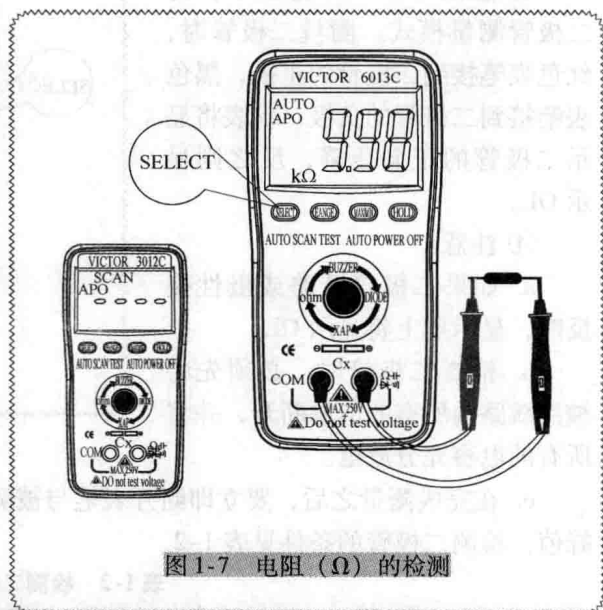

图 1-7 电阻 (Ω) 的检测
① 开启电源, 初始状态为电阻、二极管通断测量及电容自动识别模式, 将红、黑表笔分别插入输入插孔 “ Ω ” 和 COM, 如图 1-7 所示。
② 触发 SELECT 键一下, 为自动电阻测量模式。
③ 在自动识别模式下测量电阻时, RANGE、MAX/MIN、HOLD 键不起控制作用; 当被测电阻大于 $1M\Omega$ 时, 应触发 SELECT 键一下选择自动电阻测量模式, 此时的 MAX/MIN、HOLD、RANGE 键起控制作用。
④ 注意: